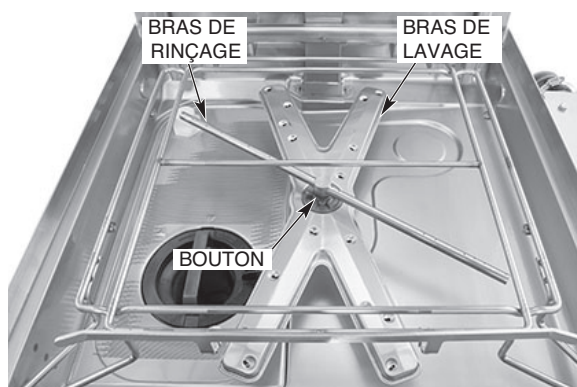

Fig. 22
6. Assurez-vous que les bras de lavage et de rinçage supérieurs et inférieurs (Fig. 22, 23) tournent librement et ne sont pas obstrués. Si ce n'est pas le cas, retirez les bras et éliminez les obstructions éventuelles. Reportez-vous à la section Entretien, page 29.
Les bras de lavage et de rinçage supérieurs et inférieurs (page 23, Fig. 22, 23) doivent tourner librement et continuer à tourner pendant quelques secondes après avoir été tournés à la main. Retirez toute obstruction causant un mauvais fonctionnement.
Pour retirer le bras de lavage inférieur, dévissez le bouton à main et soulevez le bras de rinçage (Fig. 22). Le bras de lavage peut être soulevé une fois le bras de rinçage retiré.